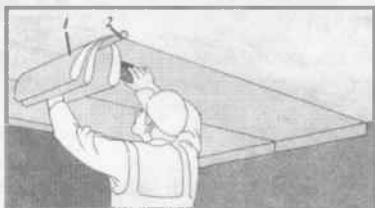
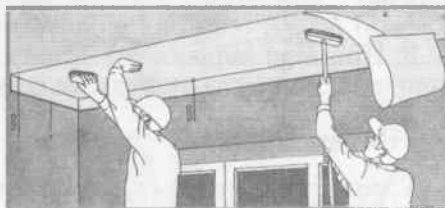

Рис. 132. Шпалери до стелі приклеює один робітник:
Рис. 133 Обклеювання стелі шпалерами виконують два робітники:
2. Обклеювати стелю може один робітник (рис. 132) чи ланка робітників (рис. 133).